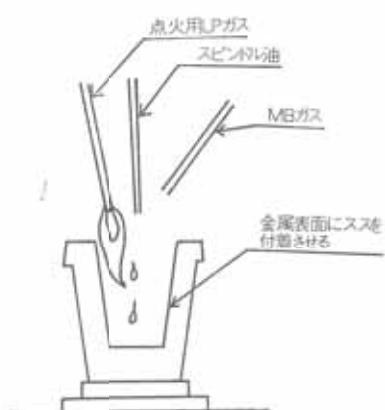

図2 ガラス成型機
- (2) 成型機は図2に示すように、スピンドル油とMBガス(炭素数3~4の炭化水素を主成分とする可燃性ガス)を所定量導入し、点火して金型にすすを付着させて離型剤を形成させた後、溶融したガラスを流し込む構造となっている。